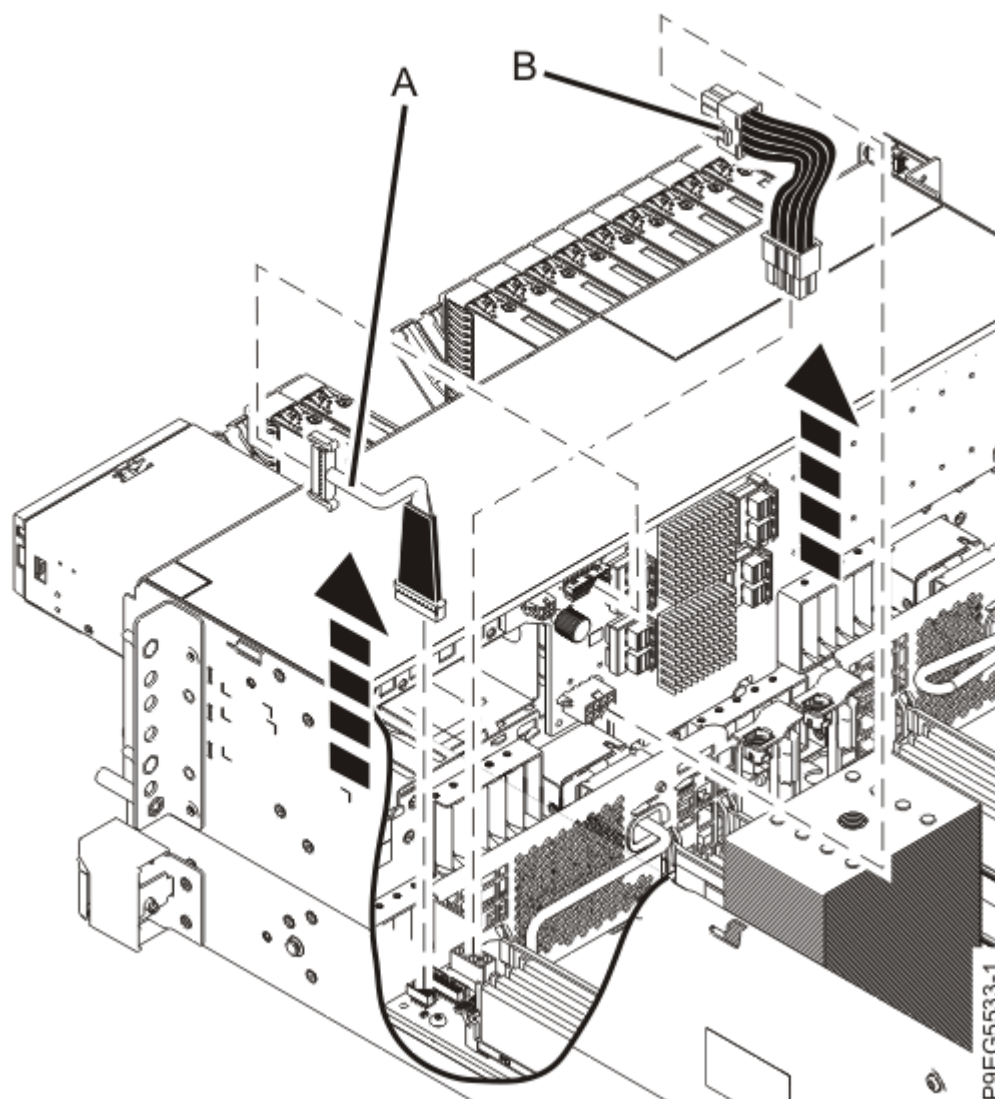

Figure 111. Déconnexion des cordons d'interface et des câbles d'alimentation
3. Etiquetez et déconnectez le cordon d'interface **(A)** du fond de panier d'une unité de disque, comme illustré dans la Figure 111, à la page 128.